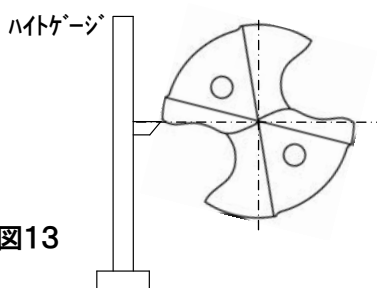

図13
- ・ドリルの位相は図13のように先端側から見て両切れ刃の肩部を結ぶ線が水平になるように、ハイトゲージなどを使用して合わせます。